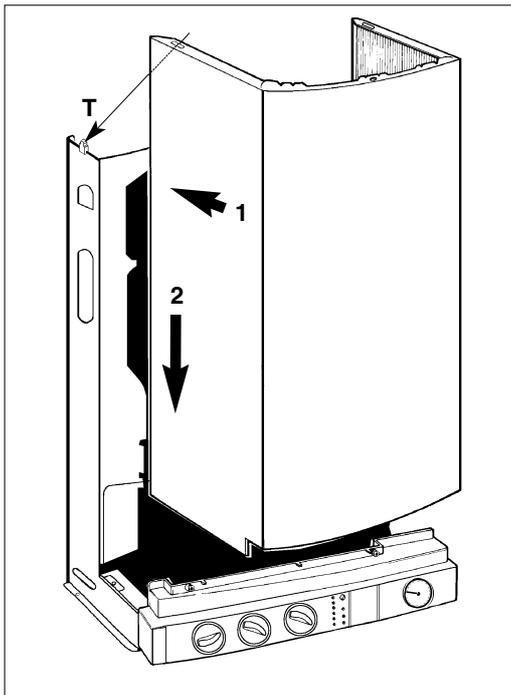

Fig. 20
- Présenter l'habillage (fig. 20) ;
3. Ouvrez l'arrivée du gaz en tournant le robinet gaz "33" (fig. 20, page 20), sur la position «  ».